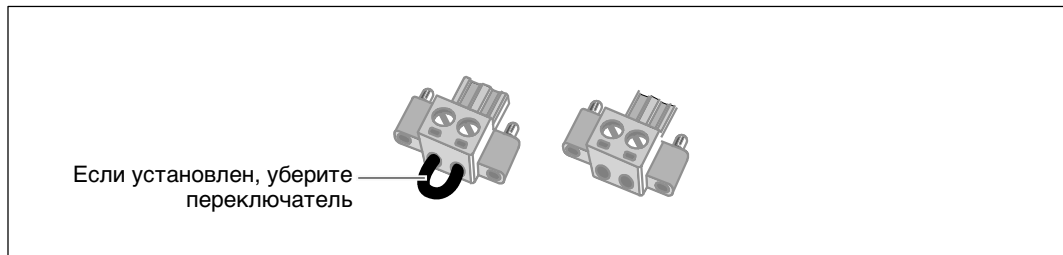

Рисунок 16. Соединитель REPO
**ПРИМЕЧАНИЕ:** Убедитесь в том, что в коннекторе REPO не установлен переключатель. Если переключатель установлен, уберите его перед соединением с портом REPO. См. Рисунок 16.